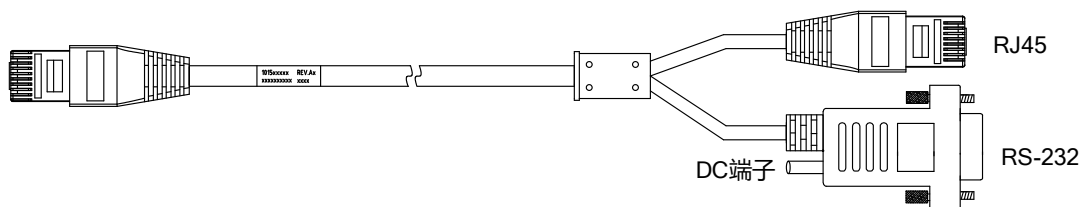

图3-1 二系列网口底座连接线
- 网口底座：搭配网口线缆进行使用，如图 3-1 所示。
- 网口底座: 搭配网口线缆进行使用, 如图 3-1 所示。